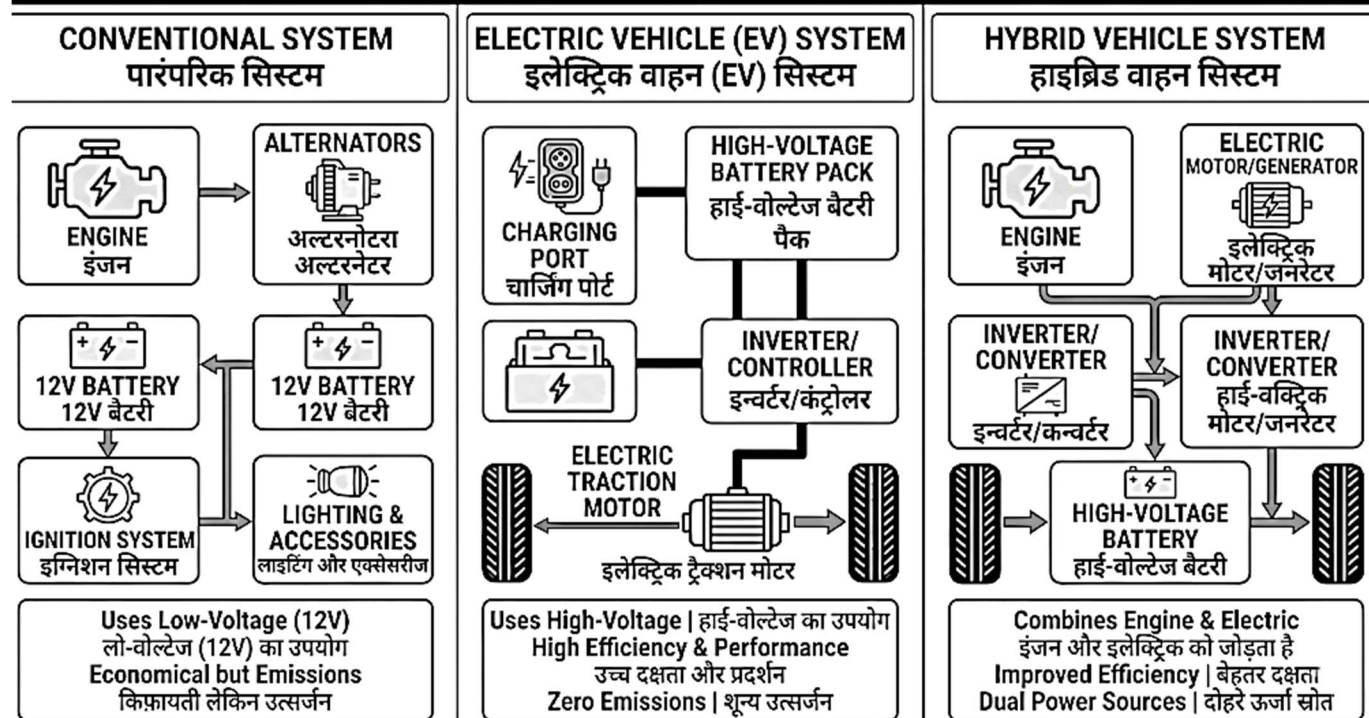

Fig. 7.2: Automobile Electrical Power Supply Systems | ऑटोमोबाइल इलेक्ट्रिकल पावर सप्लाई सिस्टम
7.2. Types of Automobile Electrical Power Supply Systems (Fig. 7.2)
7.2. ऑटोमोबाइल विद्युत शक्ति आपूर्ति प्रणालियों के प्रकार (Fig. 7.2)